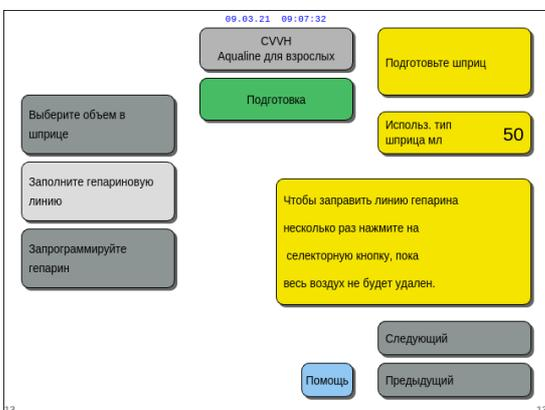

Рис. 67
2. Нажмите кнопку *главного селектора*  столько раз, сколько потребуется для удаления всего воздуха из линии (рис. 67).